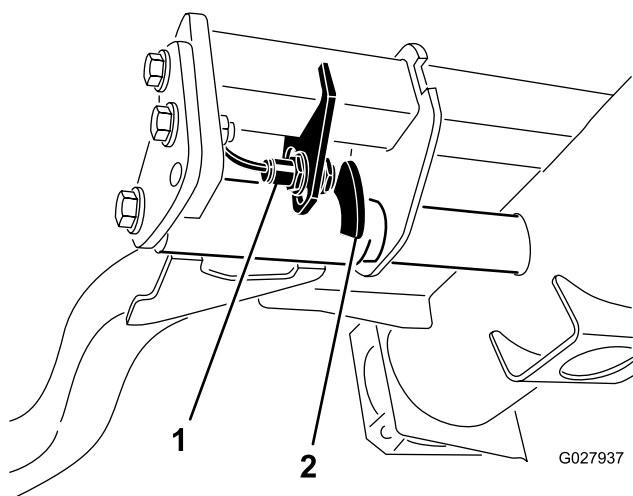

Figure 65
2. Le contacteur des bras de levage se trouve sous le réservoir hydraulique, derrière le bras de levage avant droit (Figure 65).
3. Desserrez les vis de fixation du contacteur et descendez le contacteur pour augmenter la hauteur du changement de direction des bras de levage ou montez-le pour réduire la hauteur du changement de direction (Figure 65).